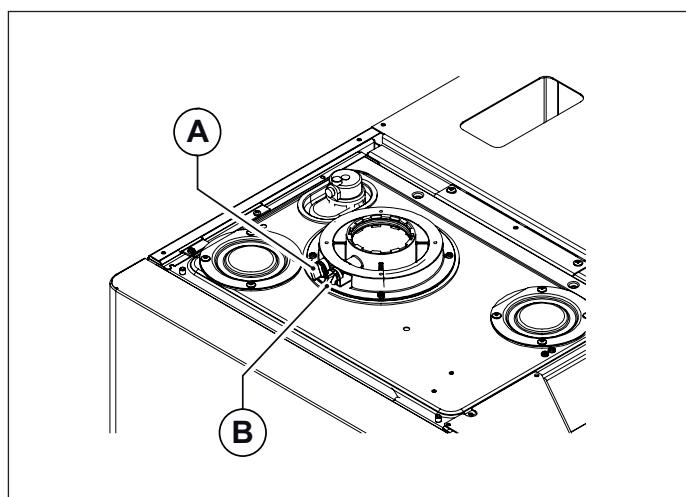
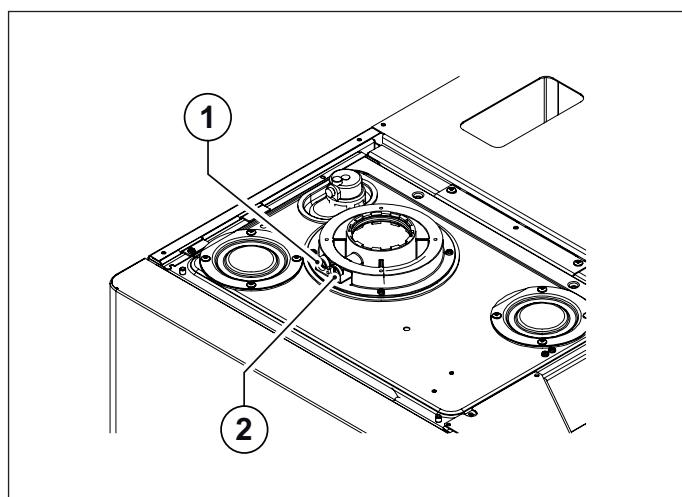

Fig. 13 Posizione tappi
Fig. 14 Posizione fori
La caldaia è provvista di una torretta per il collegamento delle tubazioni di aspirazioni aria/scarico fumi (vedi Fig. 13 Posizione tappi e Fig. 14 Posizione fori).
Nella torretta sono stati predisposti dei fori per l'accesso diretto all'aria comburente ed allo scarico dei fumi (vedi Fig. 13 Posizione tappi).
Prima di effettuare le misurazioni togliere i tappi **A** e **B** dai fori predisposti sulla torretta (vedi Fig. 13 Posizione tappi).
- misura dell'aria comburente prelevata nell'apposito foro **1** (vedi Fig. 14 Posizione fori).
- misura della temperatura fumi e della CO₂ prelevata nell'apposito foro **2** (vedi Fig. 14 Posizione fori).